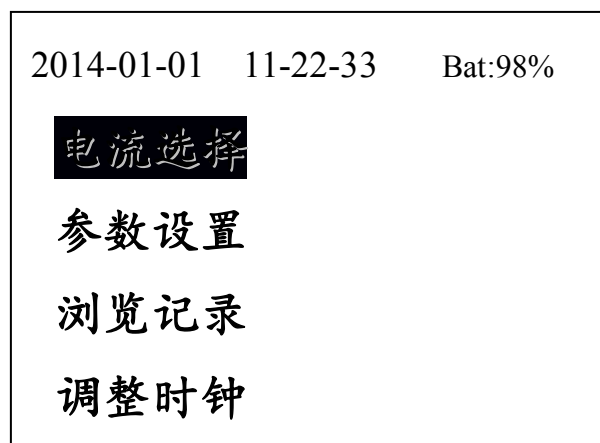
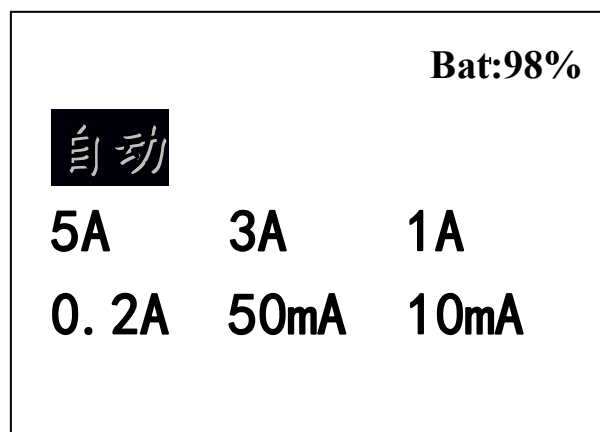

图 2
图 3
9. “充电”仪器内部电池充电指示，插上 AC220 时，“充电”灯亮，表示仪器电池充电。开机主菜单和电流选择菜单显示电池电量“Bat:98%”，如图 2，图 3。当电量低于 40%时，数字变成红色，提示充电。
仪器自检后进入主菜单，如图 2
1) **选择电流：**进入此菜单，如图 3
测量结束后，按“取消”返回上一级菜单。仪器放电完毕后如图 4，返回图 3 菜单。